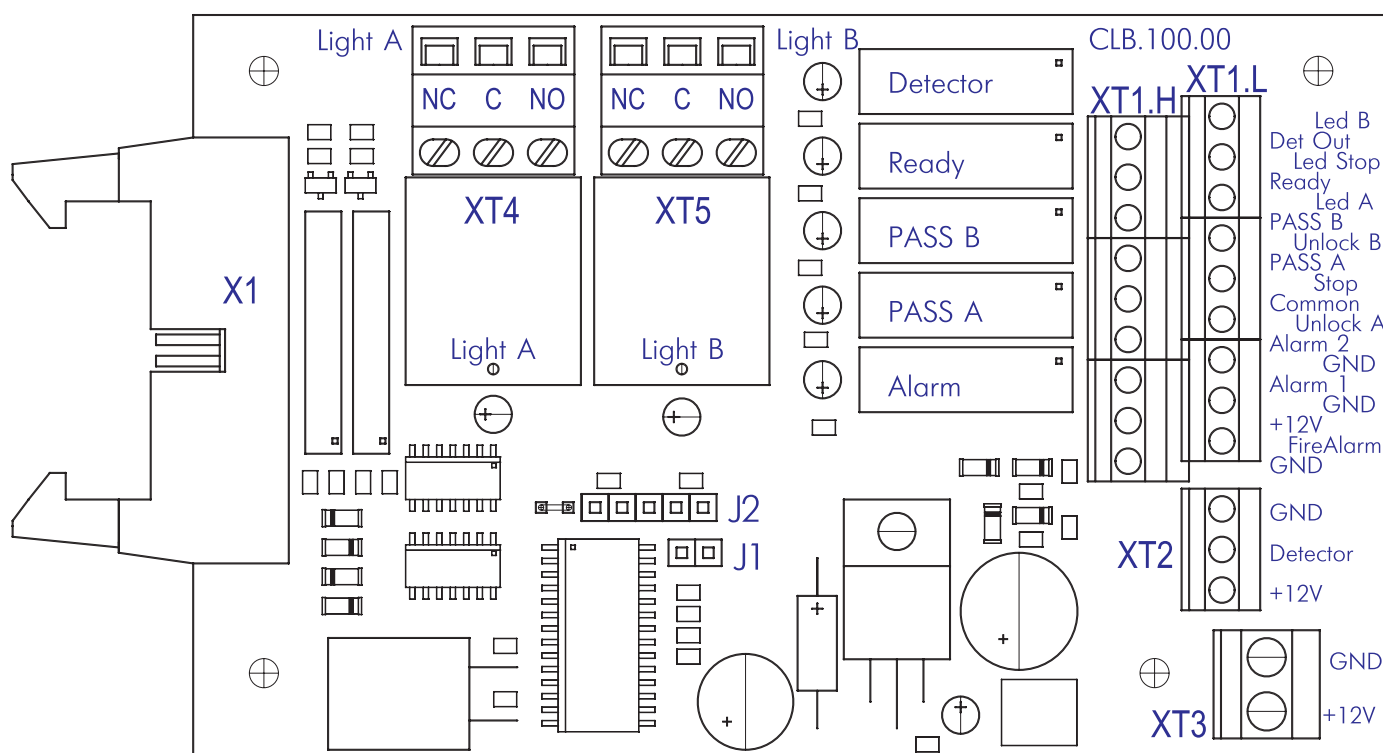

Рисунок 3. Внешний вид платы CLB
5.2.4. Пульт управления выполнен в виде небольшого настольного прибора в корпусе из ударопрочного АБС пластика и предназначен для задания и индикации режимов работы при ручном управлении турникетом. Пульт управления подключается к плате CLB гибким многожильным кабелем (13) через клеммную колодку "XT1.L" (см. рис. 3).
На лицевой панели корпуса пульта управления расположены три кнопки для задания режимов работы турникета. Над кнопками расположены индикаторы. Средняя кнопка (далее по тексту — кнопка STOP) предназначена для переключения турникета в режим "Запрет прохода". Левая и правая кнопки предназначены для разблокировки турникета в выбранном направлении. Изменить ориентацию пульта управления относительно установки турникета (если по месту установки турникет обращен к оператору не лицевой, а тыльной стороной) можно, поменяв местами провода от пульта управления, подключаемые на контакты Unlock A и Unlock B, а так же Led A и Led B соответственно (см. рис. 3 и 4).
5.2.5. На плате CLB (см. рис. 3) расположены:
6.1.2. Подключение указанных в п. 6.1.1 устройств производится с помощью кабеля (13) к соответствующим клеммным колодкам “ХТ1.Л” и “ХТ1.Н” платы CLB (см. рис. 3) в соответствии со схемой электрических соединений (см. рис. 4).
6.1.7. Обозначения установленных на плате CLB клеммных колодок и назначение их контактов показаны на рис. 3 и на наклейке, соответствующей рис. 3, расположенной внутри стойки турникета под левой стенкой внешней (2) ниже платы CLB.
6.2.2. Реле PASS A (контакты PASS A и Common), PASS B (контакты PASS B и Common), Ready (контакты Ready и Common), Detector (контакты DetOut и Common) и Alarm (контакты Alarm 1 и Alarm 2) имеют нормально-разомкнутые контакты. При этом общий для этих реле контакт Common не соединён с минусом источника питания турникета. В исходном (неактивном) состоянии при включенном питании контакты реле PASS A, PASS B, Ready и Detector замкнуты (на обмотку реле подано напряжение), а контакты реле Alarm разомкнуты (напряжение на обмотку реле не подано). Факт срабатывания/отпускаания реле PASS A, PASS B, Ready, Detector и Alarm можно определить по загоранию/гашению красных индикаторов, которые установлены вблизи указанных реле (см. рис. 3). Выходные каскады для PASS A, PASS B, Ready, Det Out и Alarm — контакты реле со следующими характеристиками сигналов:
6.6.2. Подключение датчика контроля зоны прохода производится к клеммной колодке “ХТ2”, а сирены — к клеммной колодке “ХТ1.Н” платы CLB согласно схеме электрических соединений (см. рис. 3 и 4). Датчик контроля зоны прохода должен иметь нормально-замкнутые контакты.
На контакты Det Out и Common клеммной колодки “ХТ1.Н” платы CLB (см. рис. 3) всегда транслируется сигнал о текущем состоянии датчика контроля зоны прохода.
6.6.3. Подключение устройства, подающего команду аварийной разблокировки, производится к клеммной колодке “ХТ1.L” платы CLB согласно схеме электрических соединений (см. рис. 3 и 4).
6.6.4. Выносные индикаторы подключаются на клеммные колодки “ХТ4” (Light A) и “ХТ5” (Light B). При этом реле Light A (Light B) активизировано (на его обмотку подано напряжение), когда горит зеленая пиктограмма «↑» на блоке индикации (5), соответствующая данному направлению прохода, и нормализовано (на его обмотку напряжение не подано), когда горит красная пиктограмма «X», соответствующая данному направлению прохода. Факт срабатывания/отпускания реле Light A и Light B можно определить по загоранию/гашению красных индикаторов, которые установлены вблизи указанных реле (см. рисунок 3). Выходные каскады для Light A и Light B — перекидные контакты реле со следующими характеристиками сигналов:
6.8.2. Режим управления определяется наличием перемычки на разъеме J1 (расположение разъема J1 показано на рис. 3 и на наклейке, находящейся внутри стойки турникета под левой стенкой внешней (2) ниже платы CLB): перемычка установлена — импульсный режим управления, перемычка снята — потенциальный режим управления. При поставке перемычка установлена.